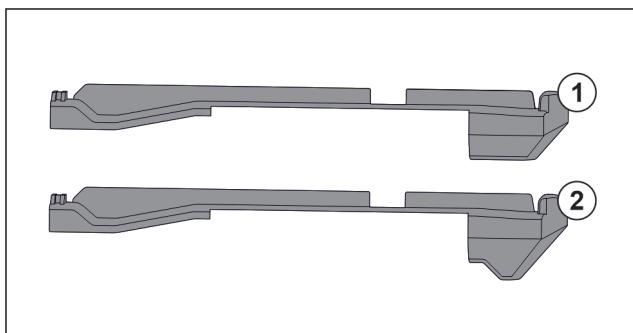

Fig. 84 Сравнение вставных частей
В устройстве находятся две разные вставные части. Вставная часть над самым нижним выдвижным ящиком Fig. 84 (2) имеет треугольную кромку. Все прочие вставные части Fig. 84 (1) имеют прямую кромку.
- Установите вставную часть Fig. 84 (2) с треугольной кромкой над самым нижним выдвижным ящиком.
- Установите вставную часть Fig. 84 (1) с прямой кромкой на все прочие места.